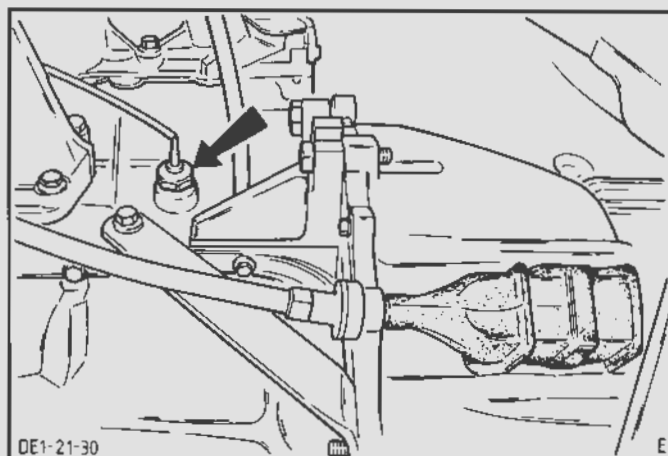

Fig.12. Olietrykskontakt
1. Afbryd olietrykskontaktens ledning og skru kontakten ud, Fig.12.